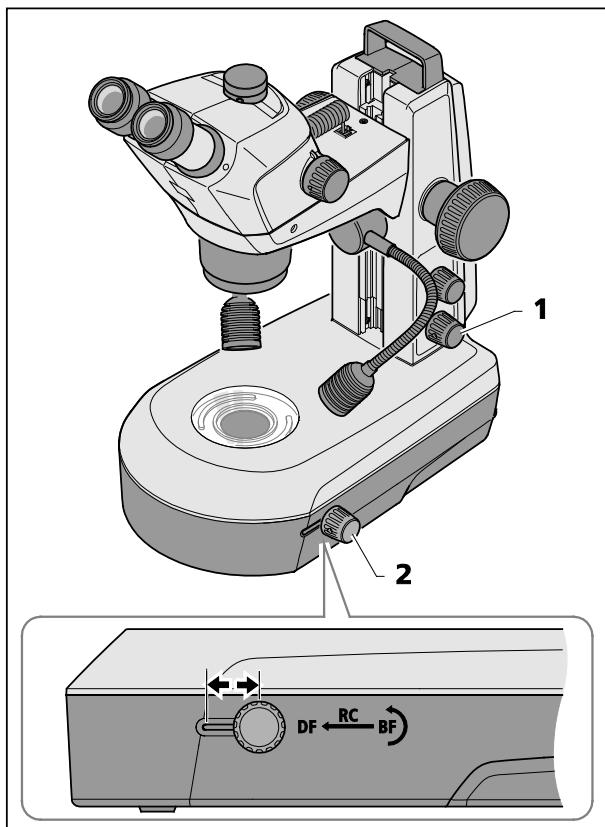

图 26 K LAB 镜臂型透射光单元
- 通过按压下方旋钮 (图 26/1) 打开透射光。
- 将旋钮/推钮(图 26/2)推到后端位置，来设置亮场 (BF)。
- 通过旋转旋钮/推钮(图 26/2)，切换透明或散射镜面以及调整倾斜角。
- 将旋钮/推钮(图 26/2)推到前端位置，切换到暗场照射 (DF)。
将旋钮/推钮(图 26/2)推到中间位置，并倾斜镜面从而产生斜射光效果 (RC)，特别适合观察无色物体的结构。